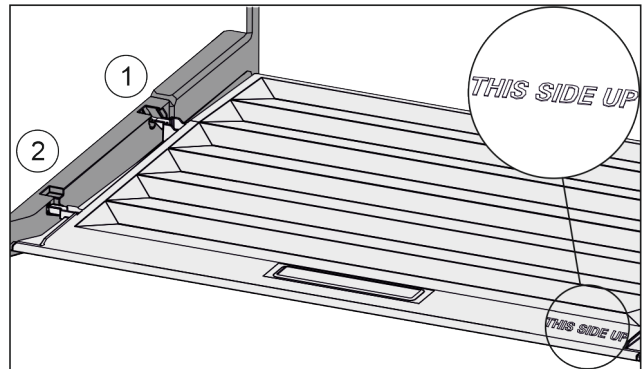

Fig. 49
- ▶ Вставити поперечні ребра через отвір заднього тримача Fig. 49 (1) і зафіксувати спереду у тримачі Fig. 49 (2).